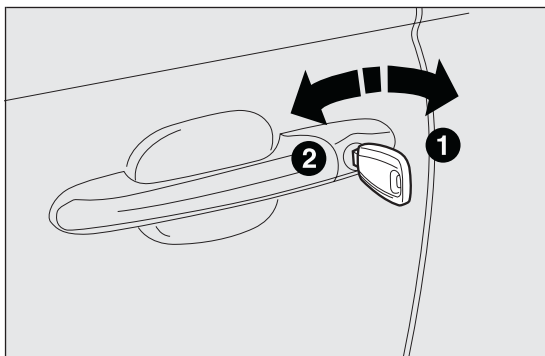

fig. 48
**Pour ouvrir de l'extérieur (porte côté conducteur) :** tourner la clé sur 1 fig. 48 et tirer la poignée.